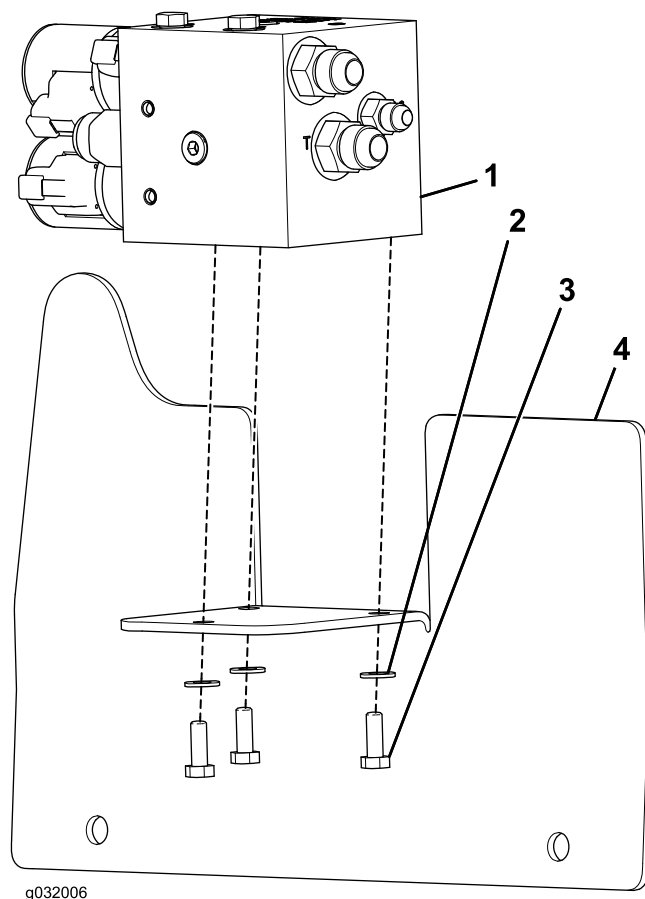

Рисунок 2
5. Установите электромагнитный клапан с присоединенными к нему штуцерами на монтажную пластину клапана при помощи трех болтов с шестигранными головками и трех плоских шайб (Рисунок 2).